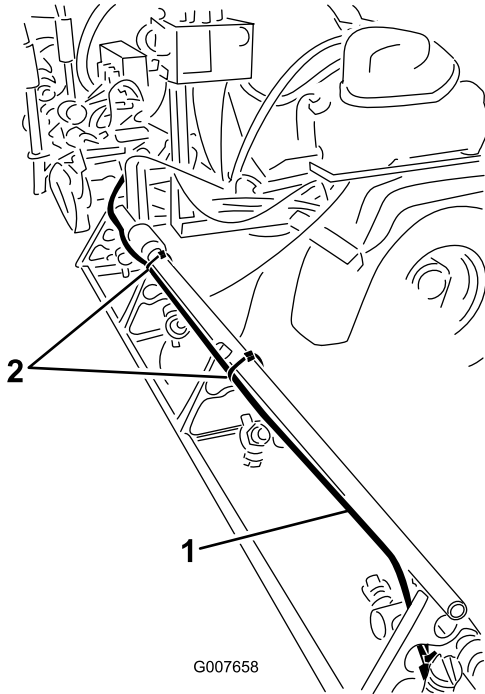

Figure 9
- A. Sur la rampe droite, installez le flexible de mousse le long de l'arrière de la barre de support supérieure (Figure 9).